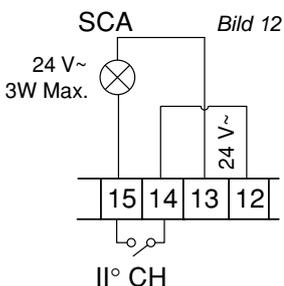

Bild 12
- 14 und 15: Anschluß einer Torstatusanzeige (24 V / 3 W) oder Abgriff des zweiten Funkkanals □ (wird im Menü der Betriebslogiken eingestellt) - Punkt 12.c. und Bild 12 beachten □